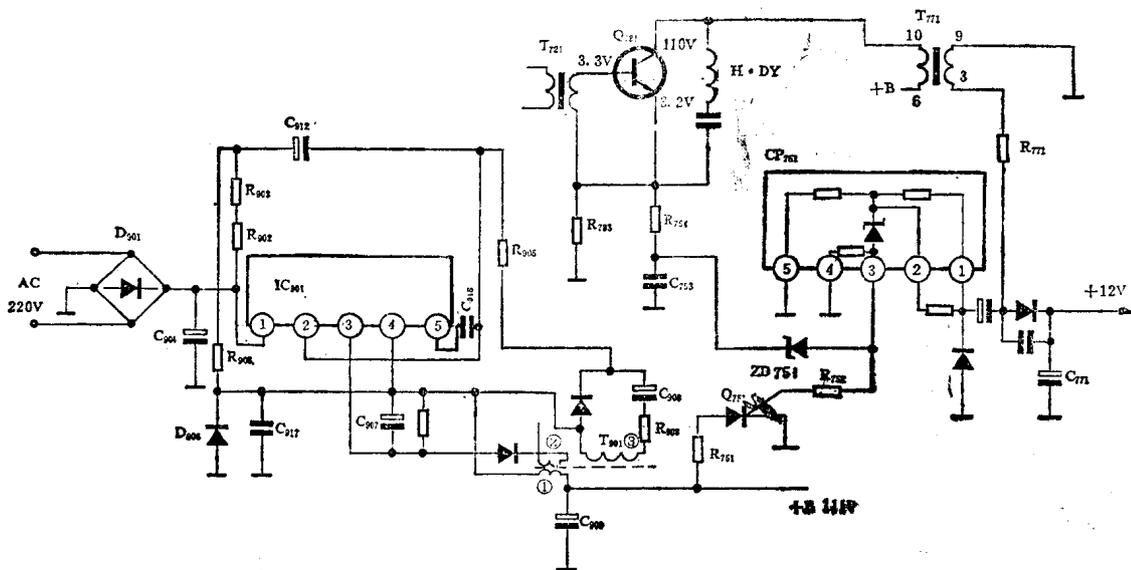

图 3
根据现象分析, 故障在电源电路或行输出电路。首先接通电源, 测得整机电源输出电压+B点为0V。同时听见有“吱吱”声, 这说明过压过流保护电路起控, 使开关电源输出为0V。该机的电源电路为串联式开关稳压电源如图3所示。交流220V电压经D₉₀₁、C₉₀₆整流滤波后得到300V脉动直流电压, 送入厚膜组件IC₉₀₁的①脚(内部开关管集电极), 同时, 又经R₉₀₂、R₉₀₃、C₉₁₂送至IC₉₀₁②脚(内部开关管基极), 使IC₉₀₁内部开关管导通, 通过外部的开关变压器T₉₀₁线圈①、③形成间歇振荡, 振荡脉冲宽度由T₉₀₁线圈②、D₉₀₇、C₉₀₇及IC₉₀₁内误差放大驱动电路控制, 以实现稳压。得到的矩形脉冲电压从IC₉₀₁④脚输出, 经过D₉₀₆、T₉₀₁的线圈①、C₉₀₉整流滤波后, 输出+111V直流电压。其它电源电压由行输出变压器T₇₇₁的有关脚输出行逆程脉冲经整流滤波得到。